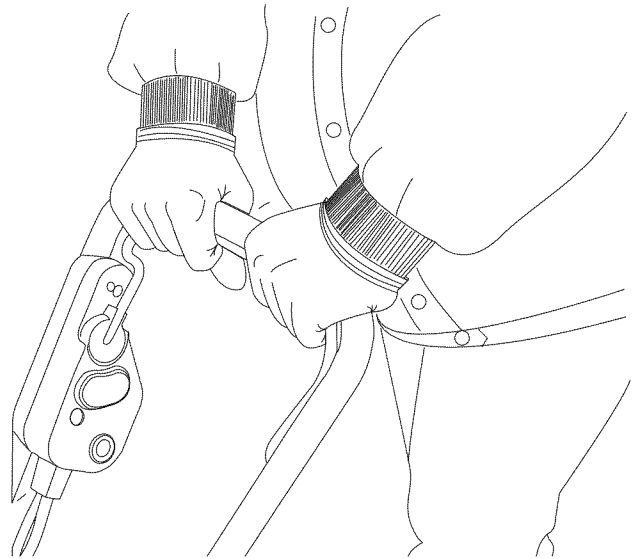

Fig. 6
5. Sostenga el asa y comience a operar la unidad (Fig. 6).